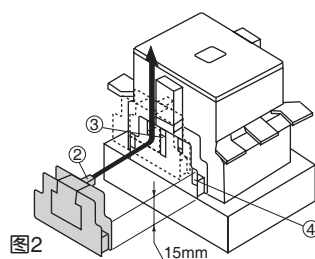

图2
- (2) 将辅助触头单元的凸出部位②对准电磁接触器的导孔③, 使之滑动15mm左右, 将辅助触头单元嵌入电磁接触器的槽④内。(图2)